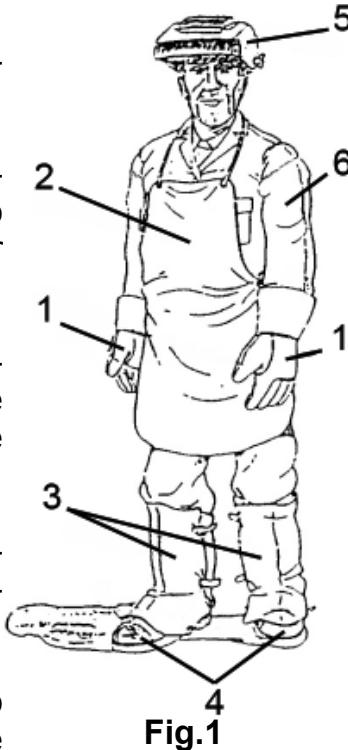

Fig.1
- Los operadores y sus ayudantes deben proteger su cuerpo con trajes de protección cerrados y no inflamables, sin bolsillo ni dobladillos. Las manchas de aceite y grasa deben limpiarse antes de ponérselos. Póngase sólo ropa marcada CE apta para soldadura por arco (Fig. 1):